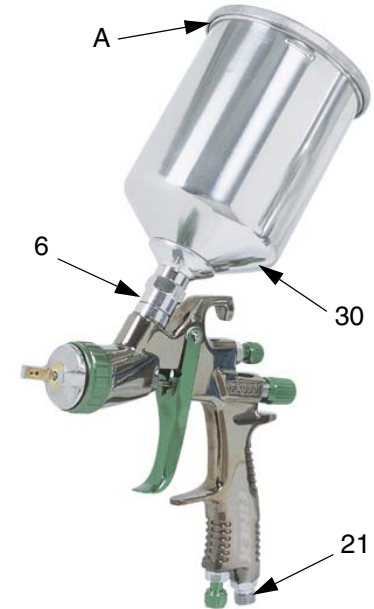

FIG. 1
4. Conecte la línea de suministro de aire en la entrada de aire de la pistola (21). FIG. 1. Conecte el otro extremo en la válvula de cierre.
5. Instale el filtro de fluido (29) en la entrada de fluido (6). Consulte la página 18.
6. Enrosque la copela de gravedad (30).
7. Retire la tapa de la copela de gravedad (A) y rellene la copela con disolvente para lavarla si es la primera vez que utiliza el equipo.